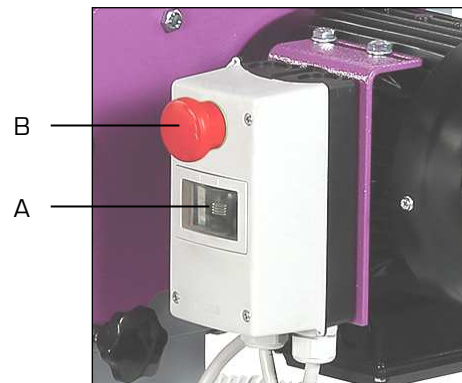

Figure 2
La mise en fonctionnement du système d'aspiration est assurée simultanément avec la ponceuse à bande par l'intermédiaire de l'interrupteur de « mise en marche » (A fig.2) situé sur le boîtier de commandes (12 fig.1).
3. Déverrouiller l'arrêt coup de poing à accrochage (B fig.2).
4. Appuyer sur l'interrupteur « MARCHE » (A fig.2) pour mettre en fonctionnement la ponceuse ainsi que l'aspiration et pour permettre à la bande d'atteindre sa vitesse maximum avant de commencer à usiner.
7. Approcher progressivement la pièce à usiner au contact de la bande en appui sur la butée de travail (A) ou sur le support d'outils (B).
- Appuyer sur l'arrêt coup de poing à accrochage (B fig.2) pour arrêter le fonctionnement de la ponceuse ainsi que l'aspiration.